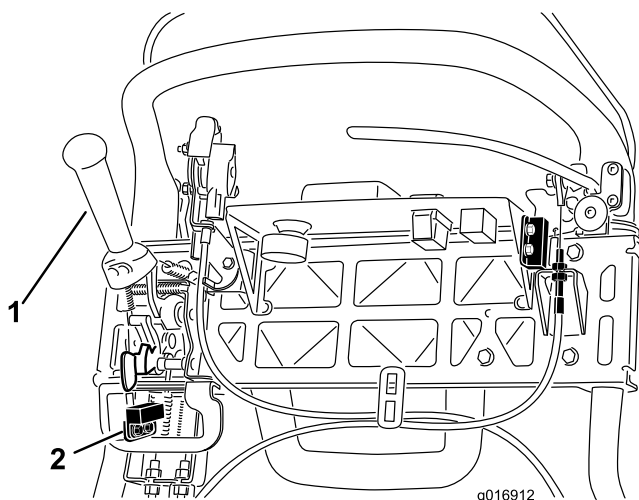

Рисунок 39
4. Выверните крепежные детали блокировочного выключателя (Рисунок 39).
5. Поставьте регулировочную прокладку толщиной 1,6 мм между рычагом тяги и блокировочным выключателем (Рисунок 39).